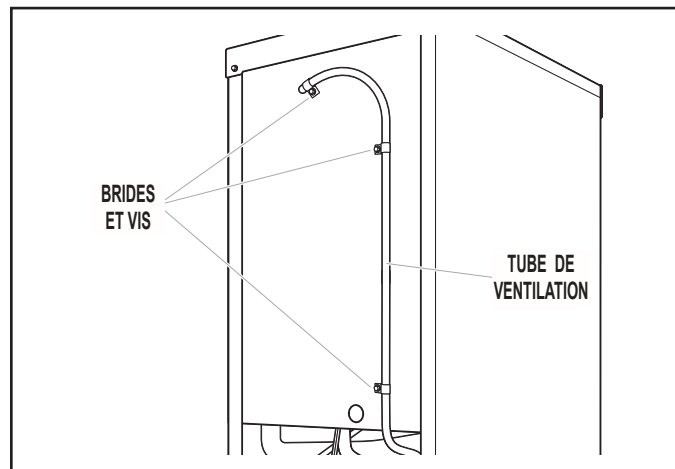

FIGURE 7
13. Fixer le tube d'évent à l'arrière de la machine à glaçons – utiliser trois (3) brides et les trois (3) autres vis fournies dans l'ensemble. Voir la *Figure 7*.